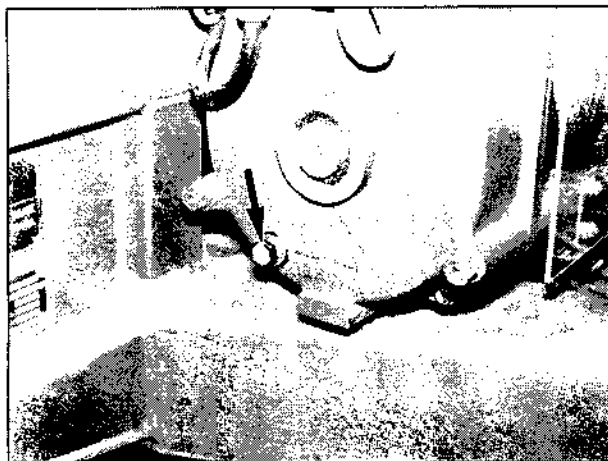

Bild 146
2. Diablasschraube (Bild 146/Pfeil) herausschrauben.